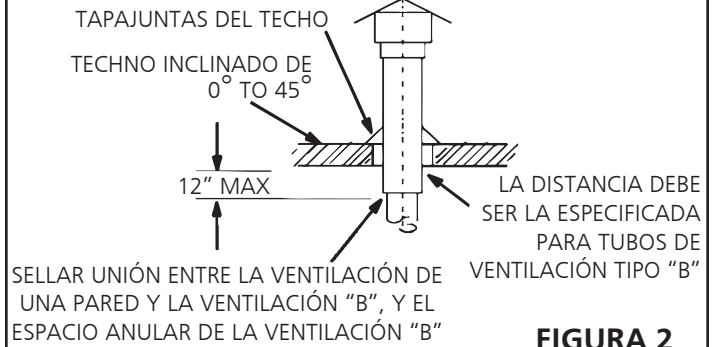

FIGURA 2
1. **Estados Unidos:** Los calefactores MHU deben usarse con chimeneas aprobadas por NFPA o ANSI, ventilaciones de gas tipo B-1 aprobadas por U.L., tuberías metálicas de una sola pared o con un sistema de revestimiento de chimenea para ventilación de gas cuando corresponda, así como con las modificaciones y limitaciones enumeradas en la **figura 2**. Selle los materiales de ventilación de una sola pared de acuerdo con la sección **A - Recomendaciones generales y requisitos**.
8. Cuando la terminación pase por una pared exterior combustible, hay que sujetar la ventilación utilizando un guardacabo con la separación indicada. Selle la conexión entre los conductos de una sola pared y de doble pared, y el espacio anular del conducto de doble pared como se muestra en la figura 2. El borde interno de la T de la terminación de ventilación debe estar a por lo menos 12" de la pared exterior, como se muestra en la **figura 3**.